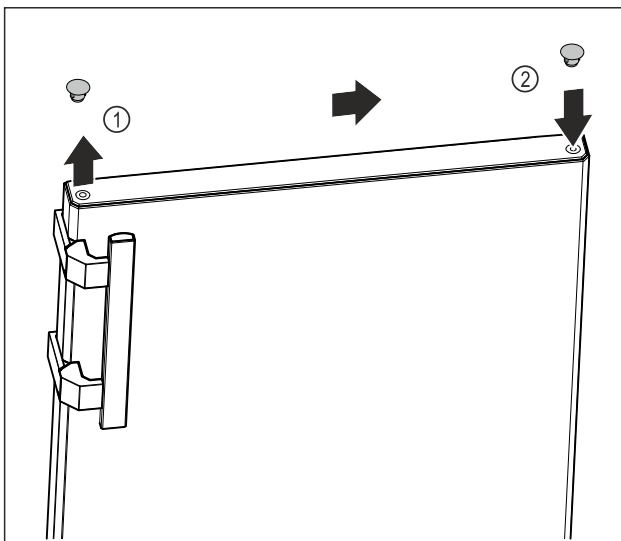

Fig. 17
- ▶ S ploščatim izvijačem previdno privzdignite pokrivni čep na zgornji strani vrat Fig. 17 (1).
- ▶ Pokrivni čep vstavite na nasprotni strani. Fig. 17 (2)